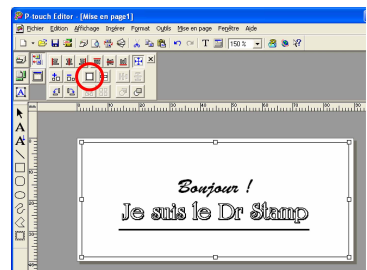

figure 17
- 3 Cliquez sur le menu Maximum dans Propriétés de mise en page (voir la figure 17).